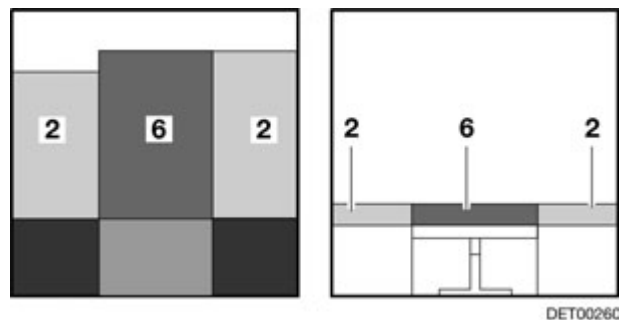

Fig. 65 Después de la transformación
- Colocar el cojín adicional (Fig. 65,6) entre los cojines del asiento (Fig. 65,2) sobre la mesa (Fig. 65,3).